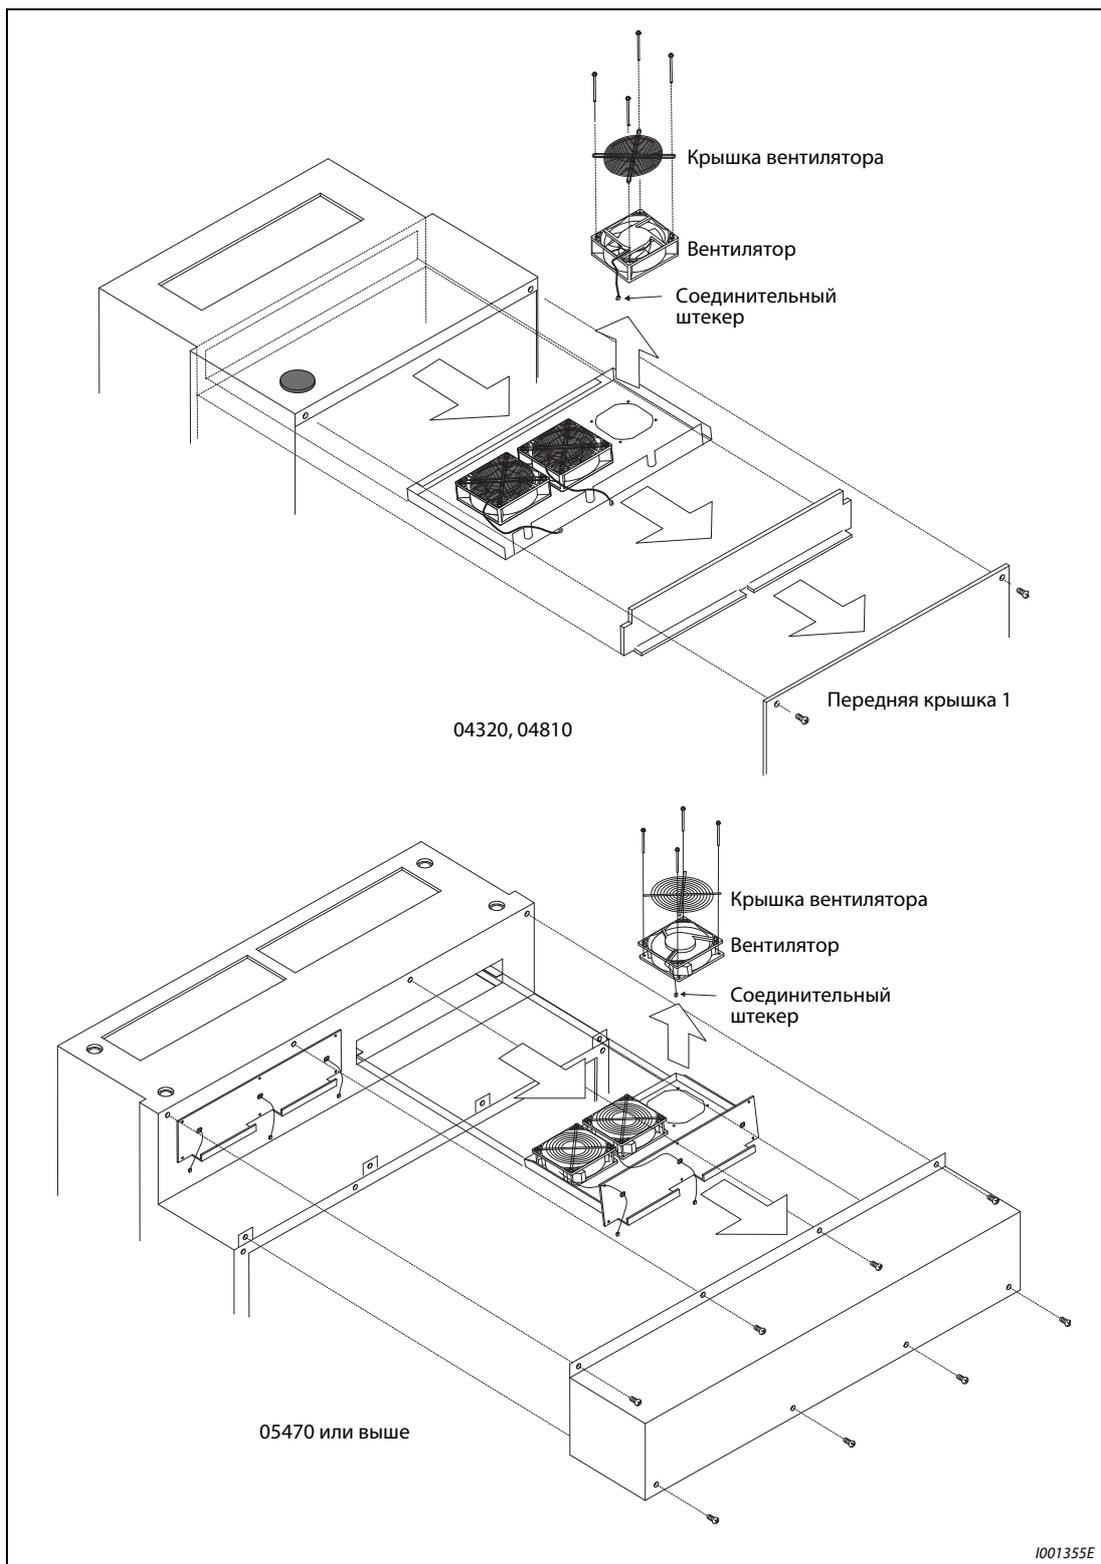

Рис. 8-9: Демонтаж вентилятора охлаждения
- ② Снова вставьте охлаждающий вентилятор, как это показано на рис. 8-9.
- ① Выверните крепежные винты кожуха вентилятора.
- ② Снимите кожух вентилятора.
- ③ Отсоедините разъем вентилятора.
- ④ Выньте вентилятор.
- ① Вставьте вентилятор в преобразователь частоты. При этом соблюдайте монтажное направление. Стрелка, указывающая направление потока воздуха, должна быть обращена вверх.